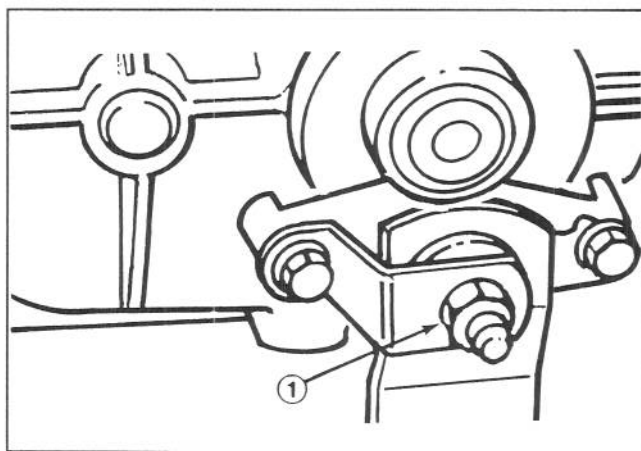

Figure 24
3. Serrer le contre-écrou d'environ 1/4 de tour dans le sens des aiguilles d'une montre (Fig. 24).